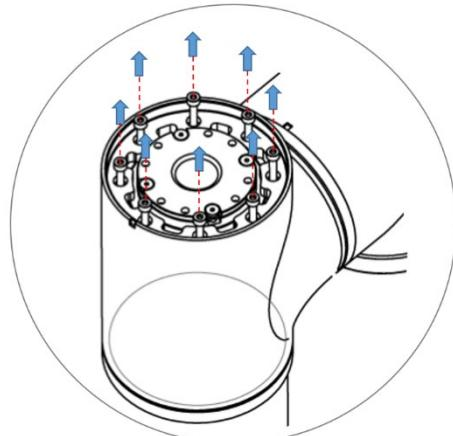

图 3-17 拆卸 J5 轴模组固定螺钉
**步骤6** 使用内六角扳手拆卸固定 J5 轴模组的螺钉，如图 3-17 所示。